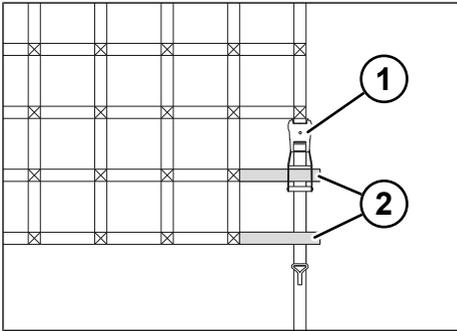

Fig. 8-48: Enfiler le cliquet tendeur dans les anneaux de sangle
► Tendre la sangle de tension avec le cliquet pour sangle jusqu'à ce que le dispositif de serrage se verrouille. Pour des hauteurs de cargaison spécifiques, le cliquet pour sangle doit d'abord être enfilé dans les deux anneaux de sangle inférieurs afin de tendre le système (voir "Fig. 8-48: Enfiler le cliquet tendeur dans les anneaux de sangle", p. 167).